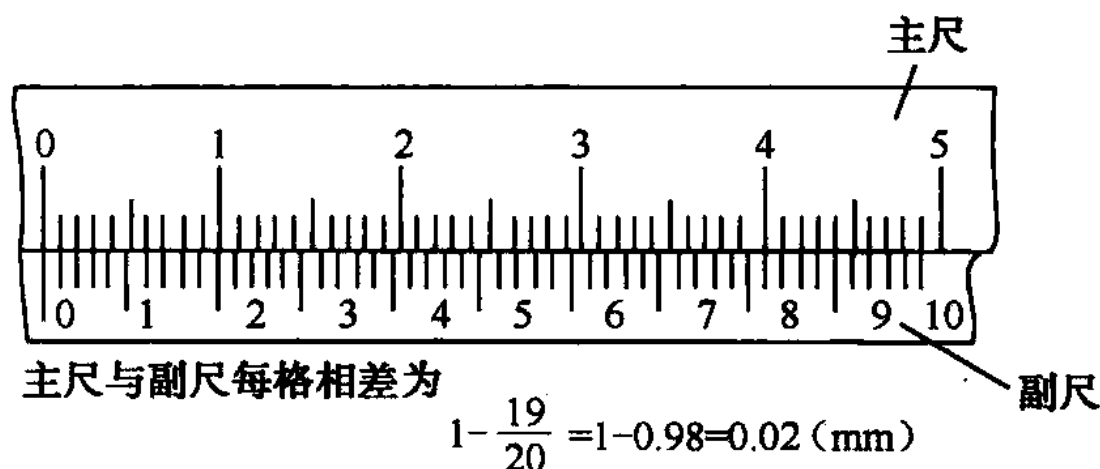

图 1-13 0.02mm 游标卡尺刻线原理
②0.02mm (1/50) 游标卡尺 (见图 1-13)。主尺每格 1mm, 主尺上的 49mm 在副尺 (游标) 上等分 50 格, 则副尺每格为 $49/50=0.98$ (mm), 主尺与副尺每格相差 $1-0.98=0.02$ (mm)。所以, 其测量精度为 0.02mm。